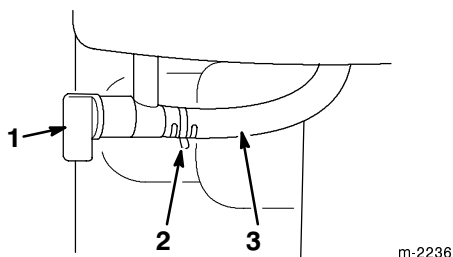

Figure 17
- **Robinet d'essence** (Fig. 17)—Tournez le robinet vers la droite pour le fermer et couper l'arrivée d'essence en provenance du réservoir. Tournez-le vers la gauche pour l'ouvrir. Fermez le robinet lorsque vous n'utilisez pas la déneigeuse.
2. Ouvrez le robinet d'essence situé sous le réservoir (Fig. 17) en le tournant vers la gauche.